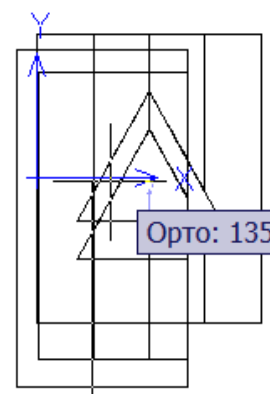

Рис.5.21
– рис.5.21) – центр можно щёлкать многократно, при этом не нужно точно выравнивать проекции, для подтверждения - **Enter**;